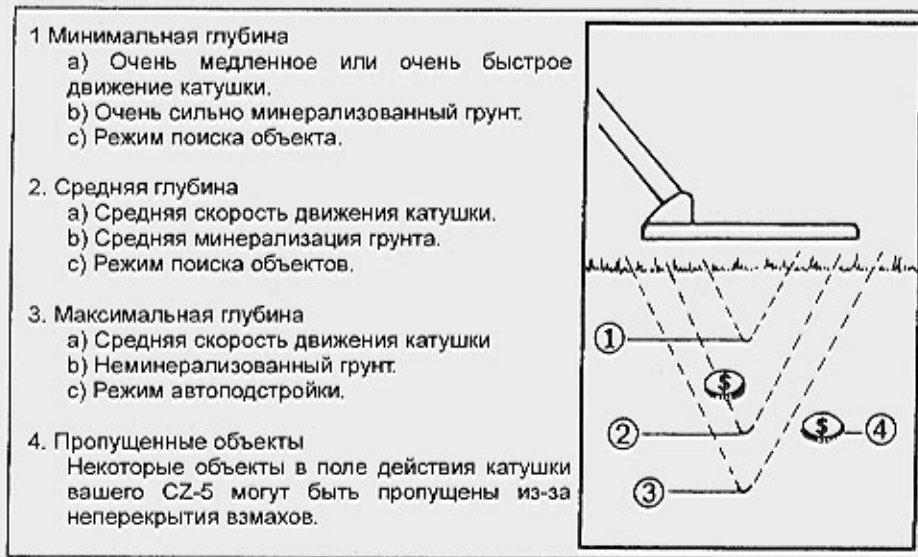

Рис. 7. Влияние скорости сканирования, минерализации грунта и режима поиска
11. На рис. 7 показана зона действия катушки и как влияют на нее скорость сканирования, минерализация грунта и режим поиска.